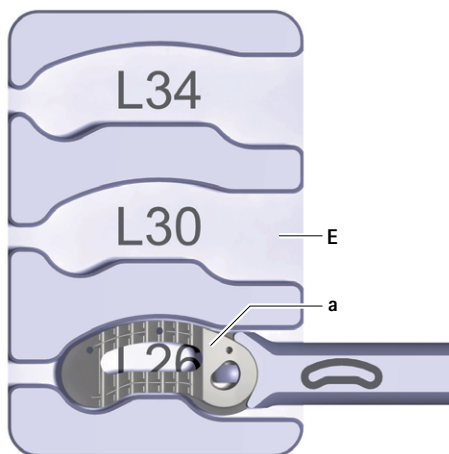

Fig. 9 Impianto nel supporto di riempimento
- Inserire l'impianto **a** nel supporto di riempimento **E**, vedere Fig. 9. Rispettare la lunghezza dell'impianto (scritta sul supporto di riempimento: L26/L30/L34).